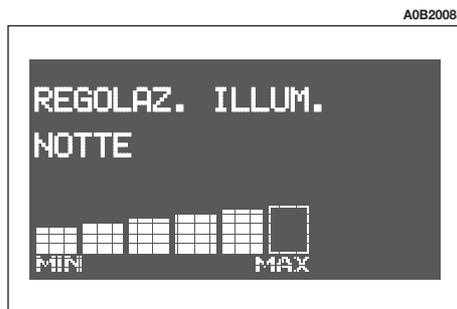

fig. 79
- se sono accese le luci esterne, sul display appare la scritta **REGOLAZ. ILLUM. NOTTE** (fig. 79)